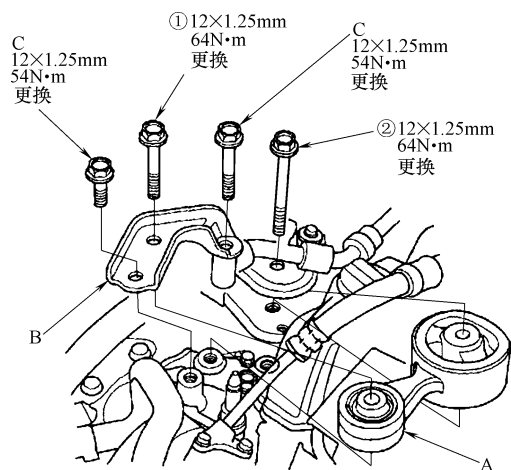

图 23-152 安装上部扭力杆和加强件
- 33) 按照图 23-152 所示，安装上部扭力杆 A 和扭力杆加强件 B，然后紧固新更换的加强件固定螺栓 C 并按照图中所示的紧固顺序予以紧固。